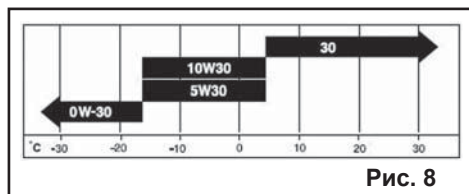

Рис. 8
**Примечание:** Для запуска двигателя и эксплуатации резчика швов в условиях низких температур (см. диаграмму на рис.8) допускается использование синтетического моторного масла для 4-тактных двигателей вязкостью SAE 5W30.